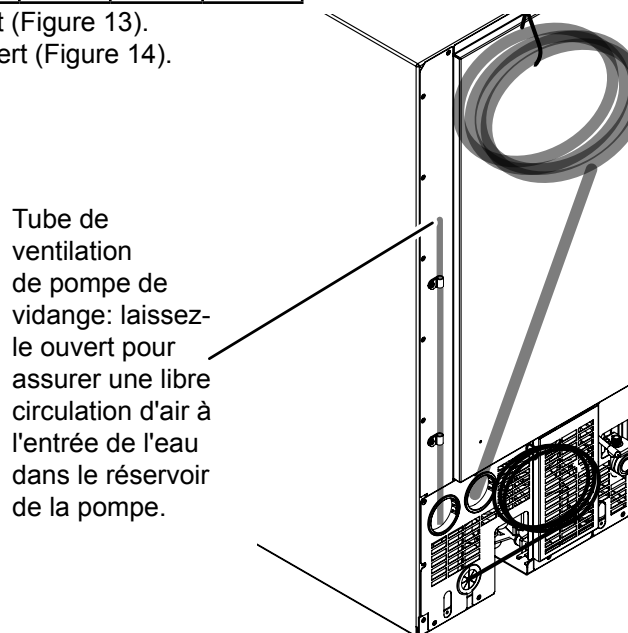

Figure 14: Emplacement du tube de ventilation.
- d. Le tube de ventilation à l'arrière de la machine est bien ouvert (Figure 14).